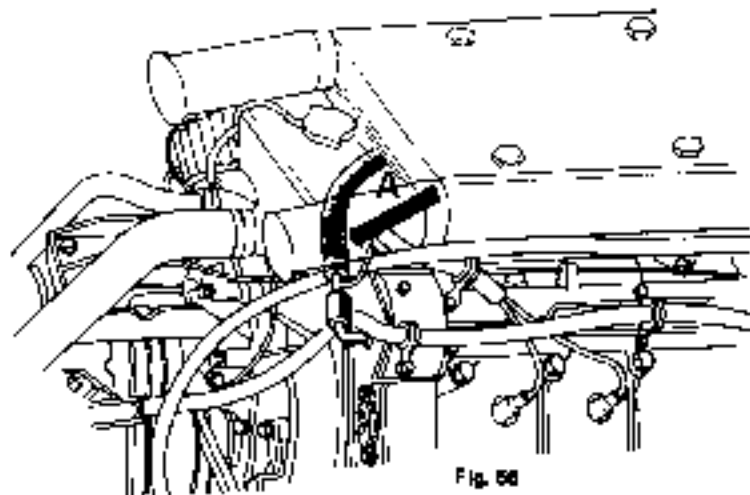

Fig. 56
- Mit Motor im Leerlauf und normalem Betriebsdruck, sowie bei einwirkendem Mechanismus und elektrischen Teiler die Verbindung zwischen Gaspedalstange und dem Steuermechanismus, welches die verschiedenen Vergaser verbindet, einstopfen, dies wird gemacht, um die Belastung der Zusschleifen für den Rücklauf des Gashebels zu reduzieren (Abb. 56 - Nr. 4).